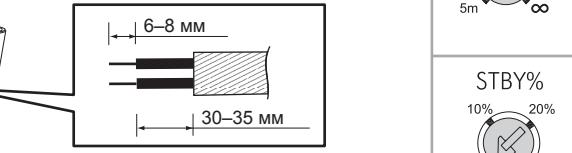

Рис. 12
- 3.4.3.2 Чтобы пропустить кабели питания переменного тока через боковую сторону распределительной коробки, с помощью кусачек пробойте выбивные отверстия для ввода кабеля с боковой стороны распределительной коробки, а затем пропустите через них кабели. Зачистите изоляцию кабеля на 6–8 мм для подключения (см. рис. 12).